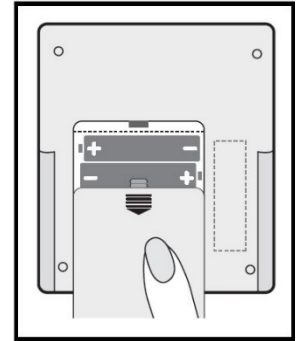

Fig. 2
1. Deschideti capacul compartimentului pentru baterii si instalati patru baterii de tip AA in concordanta cu polaritatea afisata in interior. Nu fortati capacul compartimentului (Fig. 2)